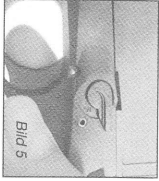
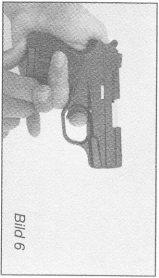
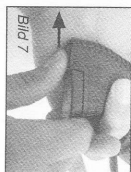
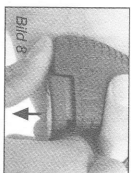

Bild 5
Bild 6
Bild 7
Bild 8
Halten Sie Ihre Finger während des Abbringens des Leuchtgeschosses nicht an der Laufmündung. Legen Sie beide Finger an die Seiten (Bild 5). Achten Sie darauf, dass sich während dieses Vorgangs niemand in ihrer Nähe befindet. Schießen Sie die Leuchtgeschosse niemals in horizontaler (Bild 6), diagonaler (Bild 8) und in kopfhäher (Bild 7) Position. Schießen Sie die Leuchtgeschosse nicht an Stellen ab von Mehrgeschossbauern und Holzgebäude stehen. Nicht in Waldgebieten, baumreichen Ländern, bebauten Flächen und an Orten mit Trockengras schießen. Schießen Sie die Leuchtgeschosse an Orten ab, wo Menschen und der Umwelt kein Schaden zugefügt werden können und wo die Möglichkeit einer Brandgefahr nicht besteht. Im Verhältnis darf nicht mehr zum Kammer führen.
- 4 Setzen Sie das Leuchtgeschoss in das Apparat an der Laufmündung ein (Bild 5).